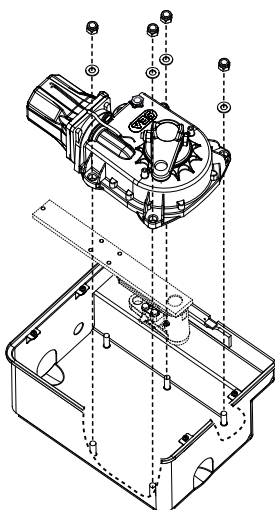
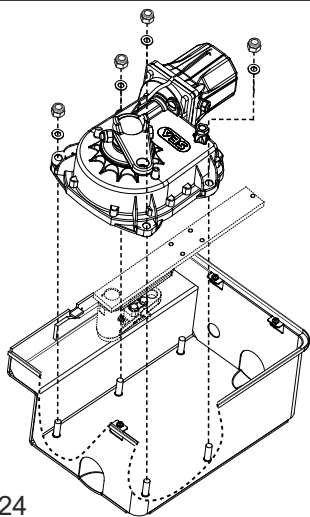

Fig. 21
Fig. 24
**5.1.** Coloque el operador en correspondencia con los tornillos ya preparados dentro de la caja de fundación; atornillar el operador con las arandelas y tuercas suministradas (Fig.21 o Fig.24)